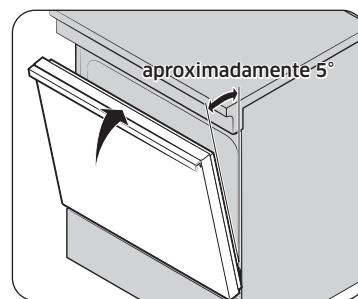

Fig. 1
- Cierre la puerta para colocarla en la posición de extracción, que está a aproximadamente a 5 grados de la posición vertical (Fig. 1).